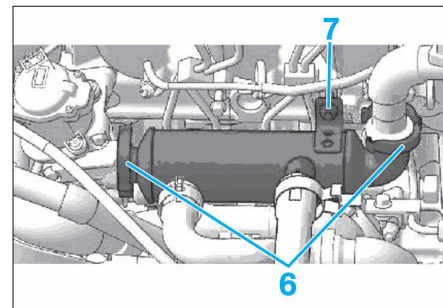

FIG. 38
- la fixation (7) (Fig.38).
- les colliers (6).